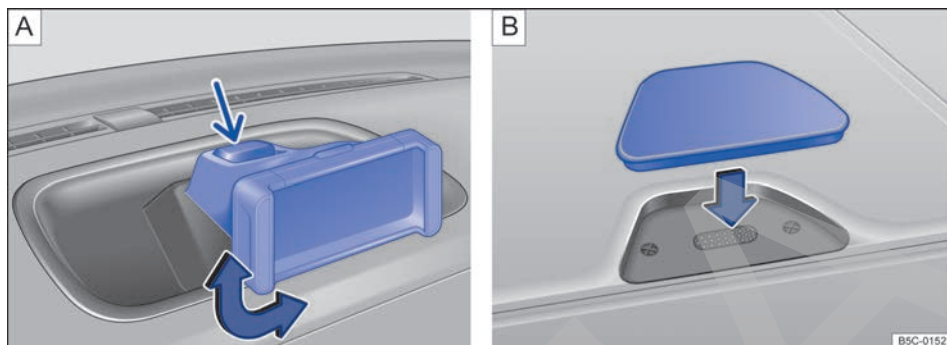

Fig. 131 En la consola central: desmontaje del soporte portátil para iPhone y cierre del hueco del alojamiento.
El alojamiento del iPhone se puede girar +/- 90° → fig. 131 A, → Ⓢ, → ▲.
- Sujete firmemente el soporte portátil con una mano y, al mismo tiempo, presione la tecla de desbloqueo → fig. 131 A (flecha pequeña).
- Cierre el hueco colocando la tapa en el sentido de la flecha → fig. 131 B, → Ⓢ.
- Retire la tapa del hueco donde se aloja el soporte en el sentido contrario al de la flecha → fig. 131 [B].